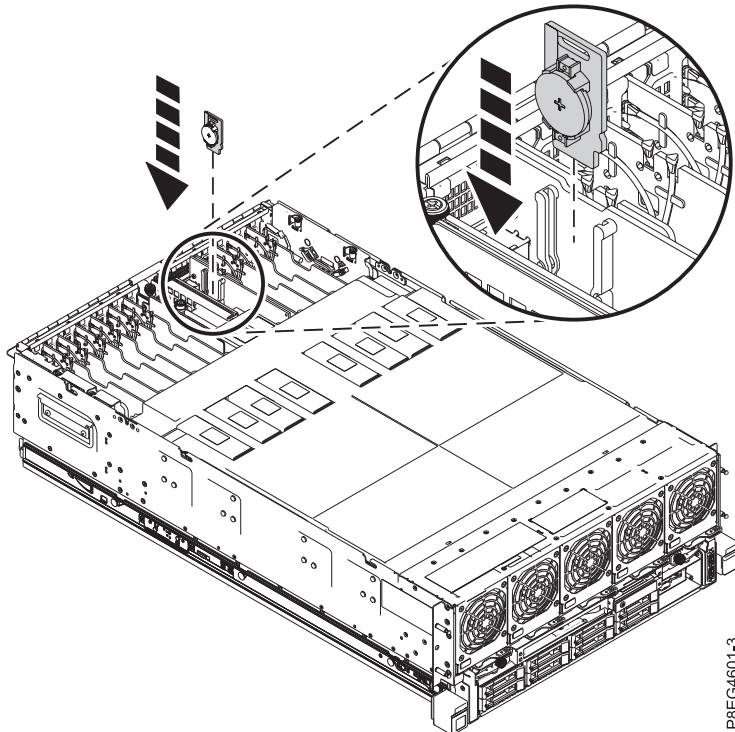

Figure 3. Insertion de la carte de batterie de l'horloge à l'emplacement P1-C5-C1
2. Insérez la carte de batterie de l'horloge dans son compartiment à l'emplacement P1-C5-C1 sur la carte du processeur de service comme indiqué à la figure 3.